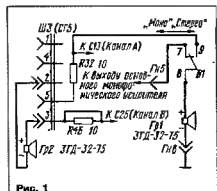

Рис. 1
Свободные контакты 7, 8 и 9 переключателя В1 необходимо распаять согласно рис. 1 и подключить к ним вторичный громкоговоритель ЗГД-32-75. Обозначения деталей здесь и далее соответствуют рис. 4-15 (2) платы УВ принципиальной схемы приемника "Ленинград-006-стерео", приведенной в кюте И. Крупнина "Радиопература звукозаписи высшего и первого класса" (М.: Связь, 1981, с. 359). В результате, когда переключатель В1 будет находиться в положении "Моно", через его замкнутые контакты 7 и 8 встроенный громкоговоритель Гр1 окажется подключенным к выходу основного монофонического усилителя приемника. При переводе переключателя в положение "Стереосбаланс" замыкаются его контакты 6, 9 и громкоговоритель Гр1 будет подключен к выходу канала А встроенного телефонного стереофонического усилителя приемника.
Второй (дополнительный) громкоговоритель Гр2 следует подключить к контактам 2, 3 разьема ШЗ (СГ5). При этом нужно соблюсти указанную на рис. 1 полярность подключения выводов дополнительного громкоговорителя. Помимо указанных изменений необходимо впаковать накоротко резистор R46 (рис. 1).